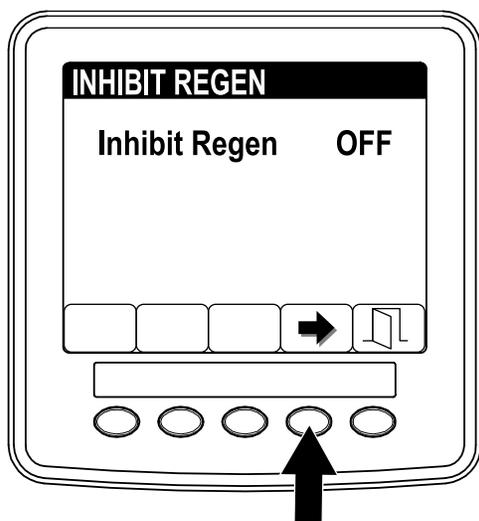

Рисунок 44
- Нажмите кнопку 4, чтобы изменить настройку запрета регенерации с On (Вкл.) на Off (Выкл.) (Рисунок 44) или с Off (Выкл.) на On (Вкл.).